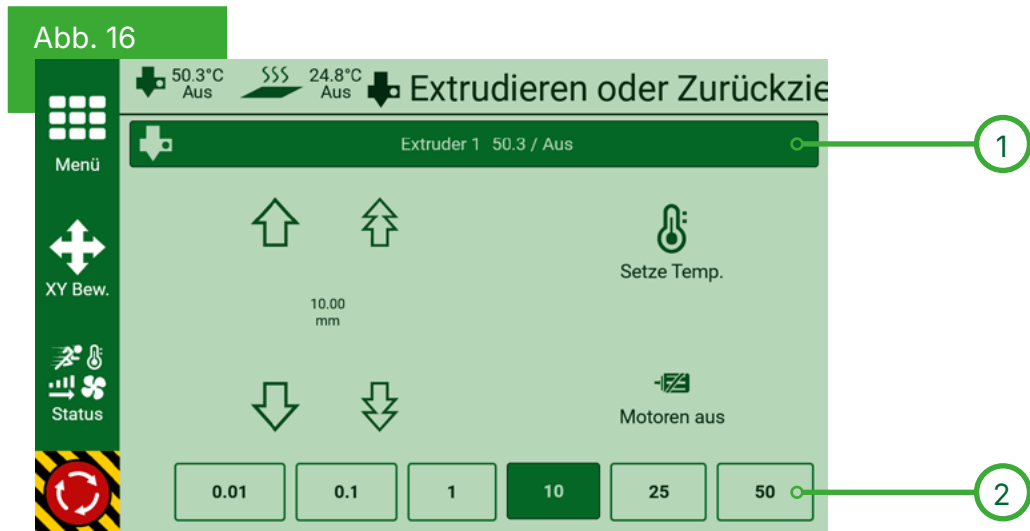

Abb. 16:
- ↳ Heizen Sie den Extruder zunächst vor, indem Sie „Setze Temp.“  ( Abb. 16) wählen und die Temperatur festlegen, die für Ihr aktuell geladenes Filament geeignet ist, bzw. die für das zu ladende Filament geeignet ist.